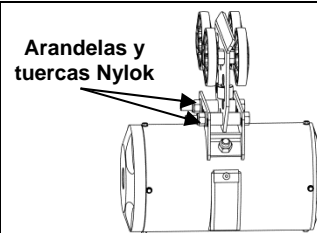

Figura 2-14
- Paso 4. Instale dos (2) tuercas Nylok M16 x 2,0 y arandelas planas M16 en los pernos de montaje. (Consulte Figura 2-14)